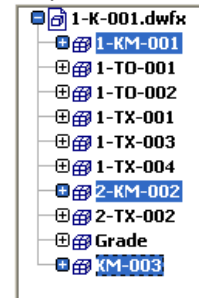

Рис. 135
- В правом окне выделите разделы с металлоконструкциями (Рис. 135).